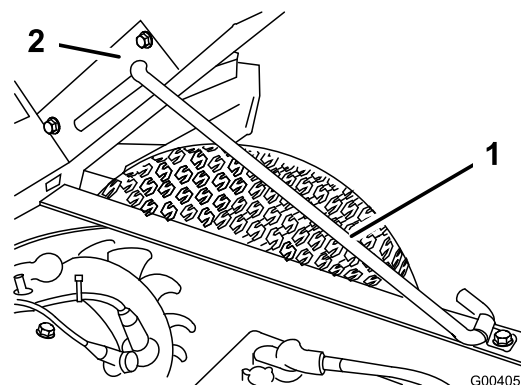

Figura 18
2. Prenda a caixa com a barra de apoio na ranhura de bloqueio (Figura 18).